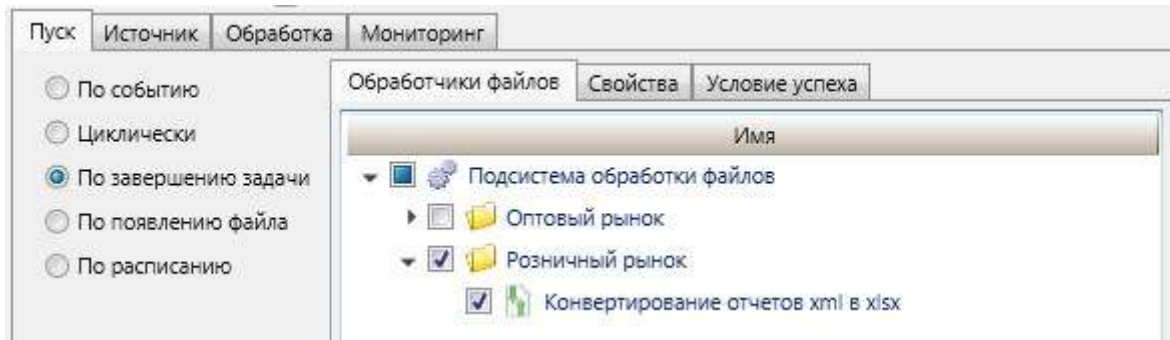

Рисунок 216 – Режим запуска обработчика файлов «По завершению задачи»
– «По завершению задачи». Запуск обработчика файлов выполняется по завершении работы требуемого обработчика файлов. Обработчик файлов, по завершении которого выполняется запуск настраиваемого обработчика, выбирается из перечня имеющихся обработчиков файлов в подразделе **Обработчики файлов** режима запуска «По завершению задачи» (рисунок 216). Настройка повторного запуска выполнения обработчика файлов по условию успеха (таблица 110), описание группы параметров «Действия при неблагоприятном исходе» выполняются в подразделе **Свойства** режима запуска «По завершению задачи». Условие успеха выполнения обработчика файлов настраивается в подразделе **Условие успеха** режима запуска «По завершению задачи»;